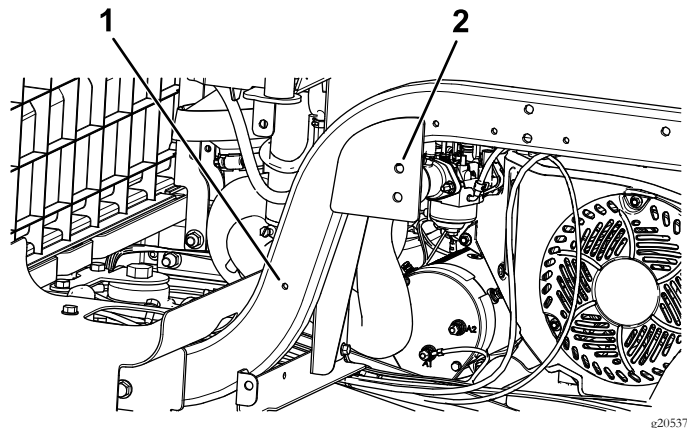

图13
1. 如图13所示将 ROPS 支架与座椅底座下的 2 个孔和朝向机架轨道前面的孔对齐。
3. 在 ROPS 支架上标记孔的位置图13。